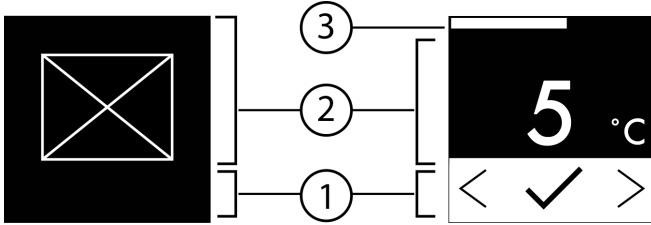

Fig. 6
- ▷ Durum: Etkinleştirilmiş Fig. 6 (1) kısa süreliğine alt menüde (I) görüntülenir.